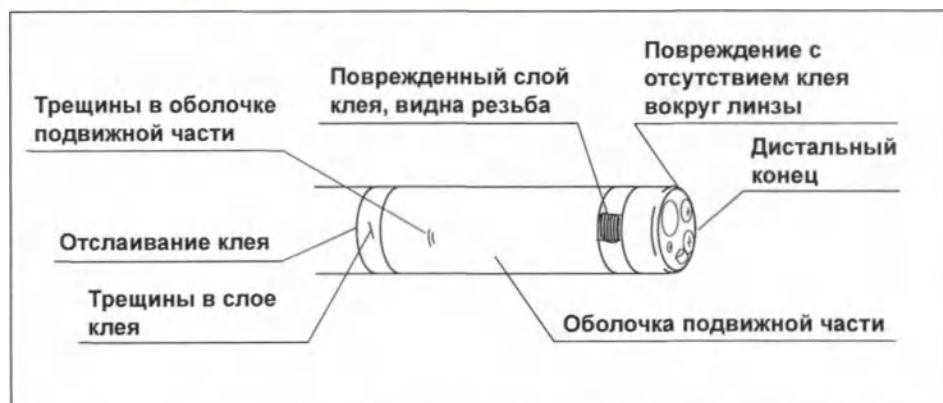

Рис. 3.4
- Компания Olympus подтвердила наличие ухудшений при выполнении указанного количества циклов стерилизации. В случае превышения количества циклов стерилизации данного эндоскопа (См. табл. 3.15) могут возникнуть ухудшения, показанные на рис. 3.4. В таком случае требуется произвести техническое обслуживание. За дополнительными сведениями обращайтесь в компанию Olympus.